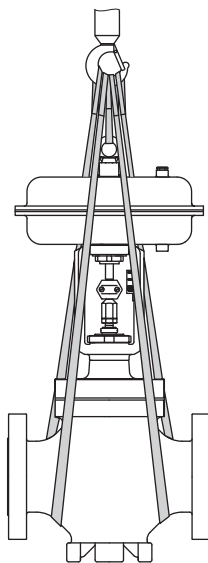

Fig. 4 : Points de levage sur la vanne de régulation (exemple)
- Sur des vannes de régulation >DN 150 sur lesquelles est déjà monté un servomoteur, s'assurer que le dispositif d'arrimage supplémentaire ne supporte aucune charge entre l'anneau ou le crochet de levage et le support. Ce dispositif d'arrimage sert exclusivement de sécurité contre un renversement éventuel au cours du levage. Avant de soulever la vanne, précontraindre fermement le dispositif d'arrimage. Les dispositifs d'arrimage situés au niveau du corps de vanne doivent supporter toute la charge (cf. Fig. 4).